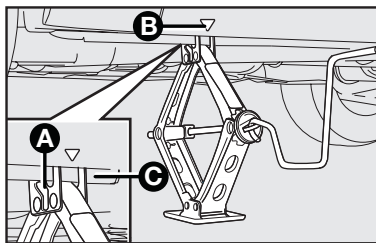

fig. 6
- Coloque el crique en el símbolo ▼ **B-fig. 6** o **7** cerca de la rueda que va a cambiar y asegúrese de que la ranura **A** del crique esté bien introducida en el larguero **C**.